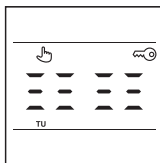

Рис. 10
– выхода из строя датчика температуры (обрыв или замыкание установочных проводов) на дисплее будет отображена информация о неисправности (рис. 10).